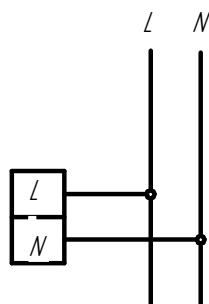

Рисунок 3 - Схема подключения светильника к сети
5.3 Подключить сетевые провода к контактным клеммам в соответствии с указанной полярностью L и N (см.рисунок 3).